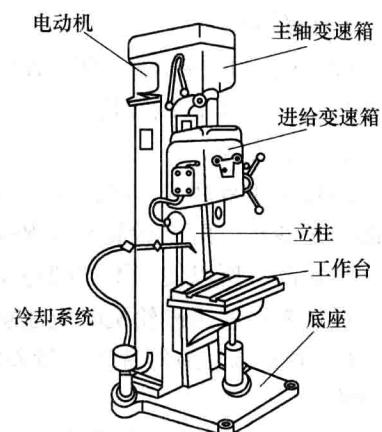

图 1-6 立式钻床
(2) 立式钻床 立式钻床简称立钻，如图 1-6 所示。主轴变速箱和工作台安置在立柱上，主轴垂直布置。